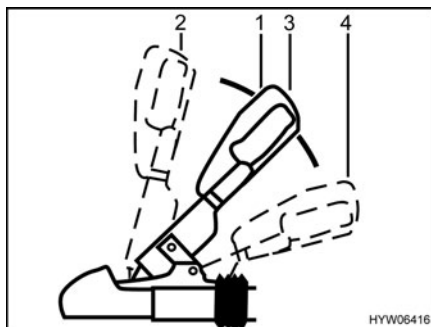

Fig. 1 Acoplamiento de seguridad WS 3000 D
- Desplazar la palanca de acoplamiento (Fig. 1,1) hacia arriba a la posición "abierto" (Fig. 1,2). El acoplamiento de seguridad está abierto.
- Colocar el acoplamiento de seguridad abierto en la bola del remolque del vehículo tractor y soltar la palanca de acoplamiento. El tirador se vuelve a deslizarse automáticamente hasta su posición inicial (Fig. 1,3).
- Activar el dispositivo de estabilización. Tirar de la palanca de acoplamiento hacia abajo desde la posición cerrada (Fig. 1,3) hasta el tope (Fig. 1,4).
Para desconectar el dispositivo de estabilización, p. ej. para maniobrar, tirar la palanca de acoplamiento (Fig. 1,1) lentamente hacia arriba hasta la posición cerrada (Fig. 1,3).